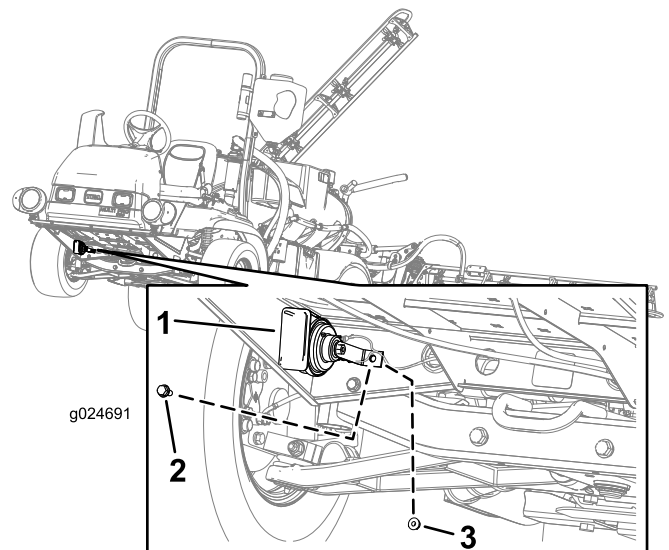

Figure 21
3. Alignez le trou de la jambe courte du support à 90° et le trou dans le profilé arrière de la plate-forme (Figure 21).
4. Fixez le support à 90° au profilé de la plate-forme à l'aide de la vis à embase (5/16 x 3/4 po) et du contre-écrou à embase (5/16 po), comme montré à la Figure 21.